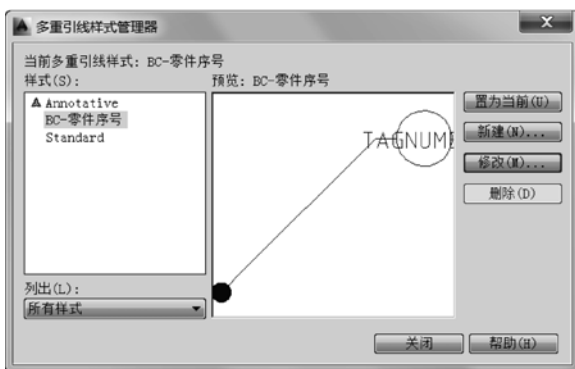

图 5-61 “多重引线样式”对话框
7) 在“修改多重引线样式：BC-零件序号”对话框中单击“确定”按钮。返回到“多重引线样式管理器”对话框，如图 5-61 所示，新创建的“BC-零件序号”多重引线样式出现在“样式”列表框中（当列出所有样式时）。